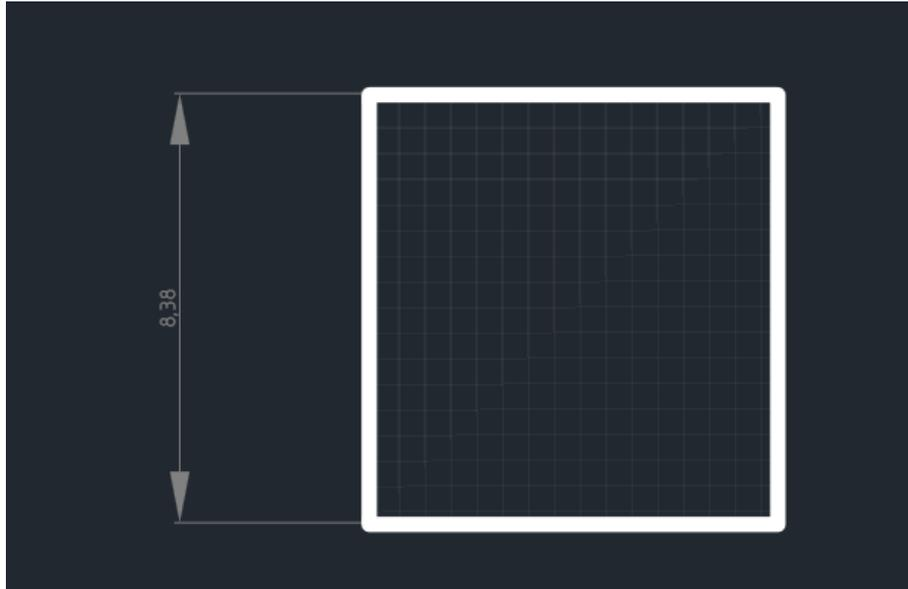

Рис. 188. Размерная линия размещена
6. Зафиксировать положение размерной линии, нажав левую кнопку мыши, см. Рис. 188.